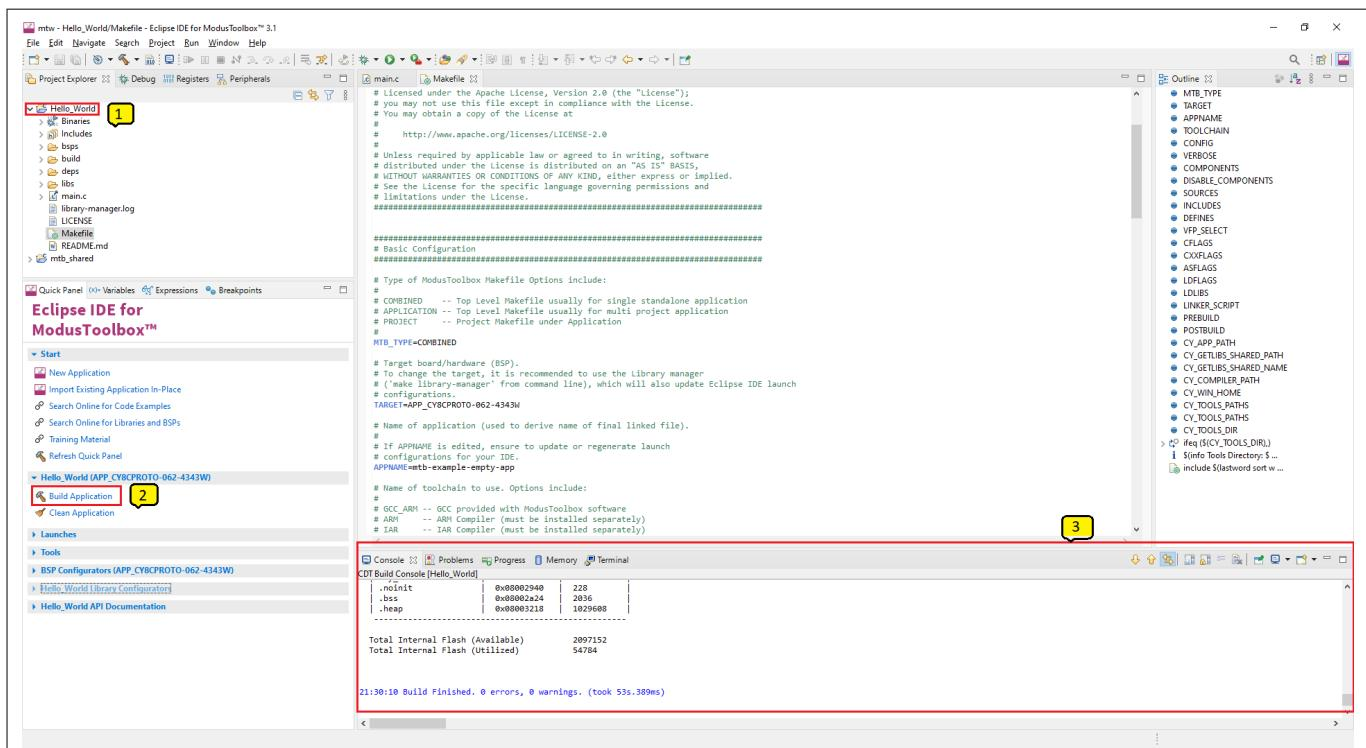

図 13 アプリケーションのビルド
3. 図 13 に示すように、Console view にはビルド動作の結果が一覧表示されます。